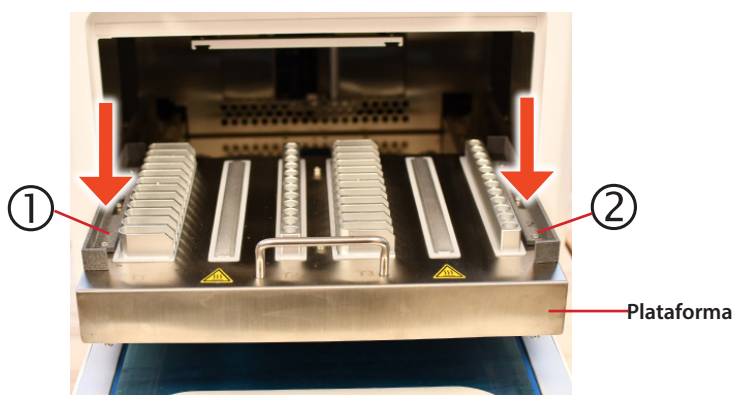

Figura 3
Deslice hacia fuera la plataforma y coloque los soportes de la bandeja como se muestra en la Figura 3. Coloque el soporte numerado ① en el lado izquierdo y el número ② en el lado derecho de la plataforma.